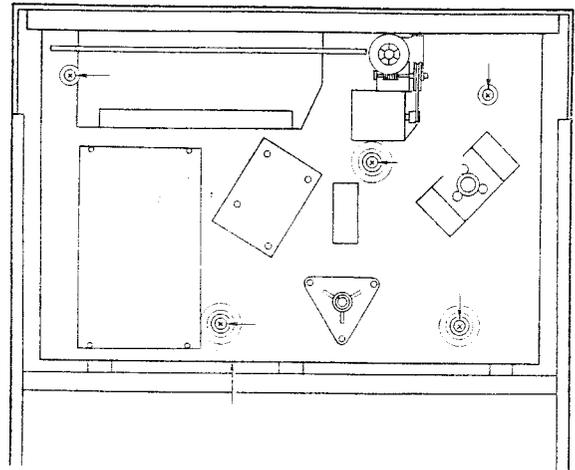

Abb. 5
- 5) Entfernen Sie nun von der Chassis-Seite (Rückseite) die fünf Halteschrauben F. (Siehe Abb. 5.)